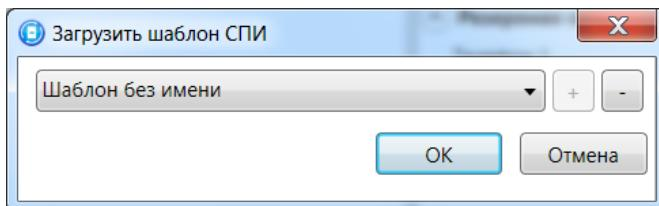

Рис. 12.4. Окно *Загрузить шаблон СПИ*
**Загрузить шаблон настроек:** открытие окна *Загрузить шаблон СПИ* (Рис. 12.4), с помощью которого можно сконфигурировать контроллер по предварительно созданному шаблону. Для того чтобы применить шаблон, выберите его в списке и нажмите кнопку *OK*. Для того чтобы удалить один из сохраненных шаблонов, выберите его в списке и нажмите кнопку .